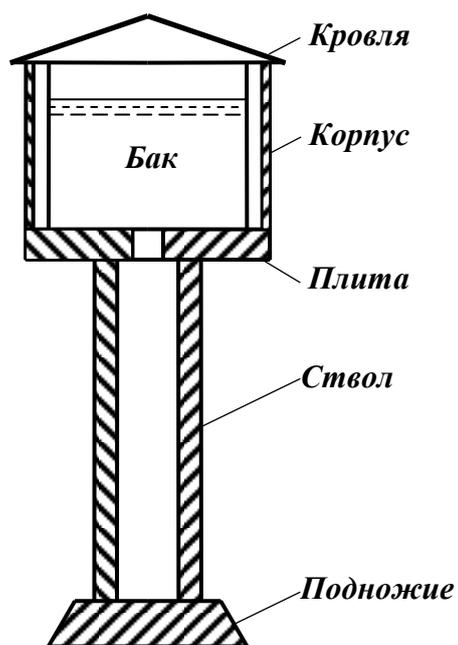

Рис. 2.25. Составные части модели водонапорной башни в разрезе
**Создание частей модели водонапорной башни.** Трехмерная модель водонапорной башни создается в масштабе 1:10 (т.е. в 1 мм – 1 см) из частей, приведенных на рис. 2.25: *подножие, ствол, плита, бак, корпус, кровля*. Каждая часть должна быть размещена на соответствующем слое.